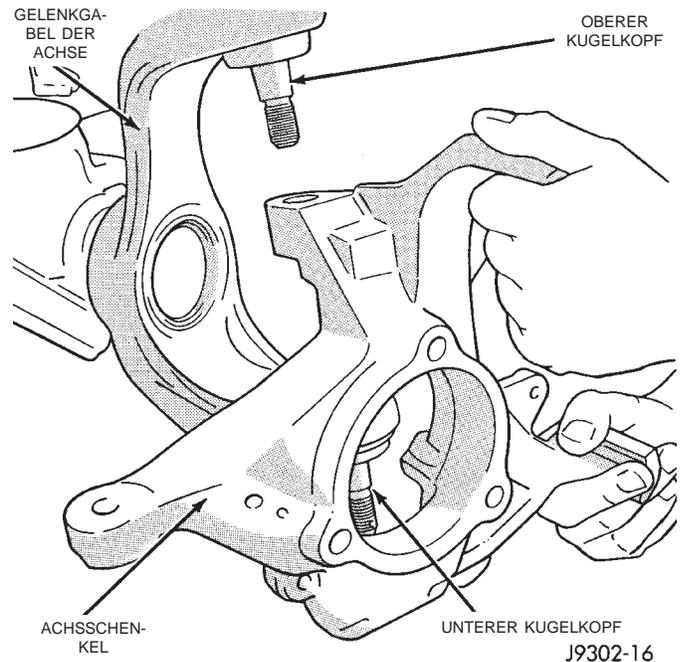

Abb. 21 Achsschenkel aus-/einbauen
(1) Die Radnabe und die Achswelle gemäß Anleitung in diesem Kapitel ausbauen.
(2) Den Kugelkopf der Spurstange oder Lenkzwischenstange vom Achsschenkel lösen. Anleitung siehe Kapitel 2, "Radaufhängung".
(3) Die Splinte von den Muttern des oberen und unteren Kugelkopfs abziehen.
(4) Muttern des oberen und unteren Kugelkopfs lösen.
(5) Den Achsschenkel durch Schläge mit einem Messinghammer lockern. Den Achsschenkel ausbauen (Abb. 21).